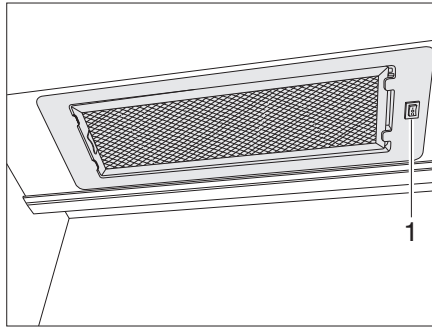

Fig. 128 Campana
- Conectar y desconectar la campana con el interruptor (Fig. 128,1).